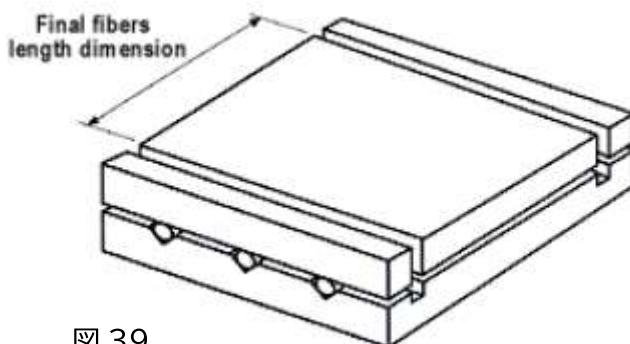

図 39
- ・繊維をワックスで挟んだ2枚のプレートを、Micro-Swiss の 4.6 "外径 x .020"の厚さのレジンブレードを備えた ADT780/4 ソーで、最終的な正確な長さ寸法に合わせてダイシングしました(図 39)。